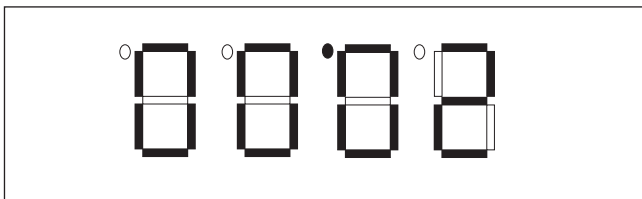

Рисунок 3 – Индикация заданного тока
5) В соответствии с номинальным током, указанным на заводской табличке двигателя, установите требуемый ток на Устройстве при помощи регулятора силы тока. При изменении положения регулятора, на дисплее отображается значение установленного тока (см. рисунок 3).